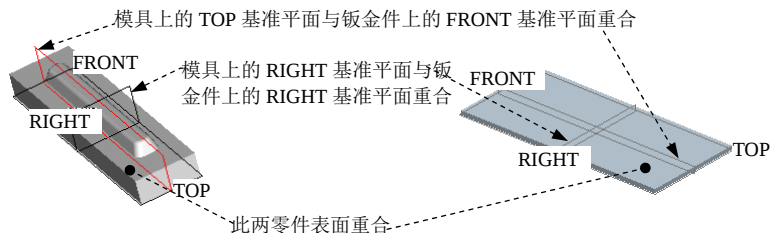
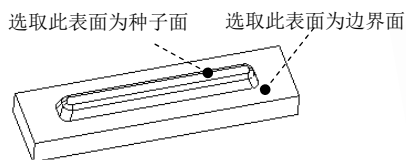

图 11.10.17 操作过程
图 11.10.18 定义边界面和种子面
(1) 定义重合约束。在图 11.10.16 所示的“元件放置”对话框中, 选择约束类型“重合”, 然后分别在模具模型中和钣金件中选取图 11.10.17 中的重合面。
(2) 定义重合约束。在“元件放置”对话框中单击“新建约束”字符，选择新增加的约束类型“重合”，分别选取图 11.10.17 中所示的重合面（模具上的 RIGHT 基准平面与钣金件上的 RIGHT 基准平面）。
(3) 定义重合约束。在“模板”对话框中单击  新建约束 字符，选择新增加的约束类型“重合”，分别选取图 11.10.17 中所示的对齐面（模具上的 TOP 基准平面与钣金件上的 FRONT 基准平面），此时“元件放置”对话框中显示 完全约束。
(4) 单击“元件放置”对话框中单击“完成”按钮 .
Step6. 定义边界面。在系统  从参考零件选择边界平面 的提示下，在模型中选取图 11.10.18 中所示的面为边界面。
Step7. 定义种子面。在系统  从参考零件选择种子曲面 的提示下，在模型中选取图 11.10.18 中所示的面为种子面。